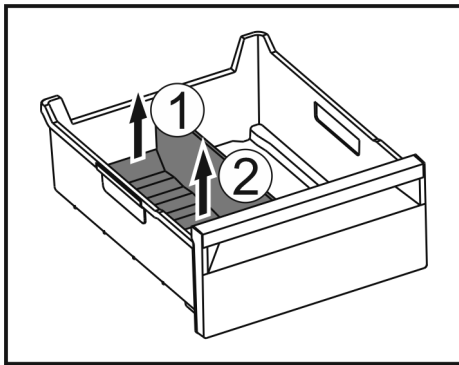

Fig. 140
- ▶ Zvedněte zadní část přepážky přihrádky na led. Fig. 140 (1)
- ▶ Přepážku přihrádky na led vyjměte nahoru. Fig. 140 (2)